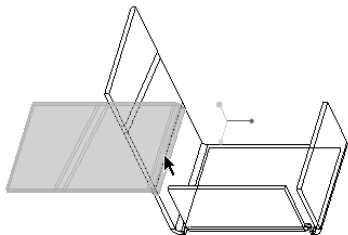
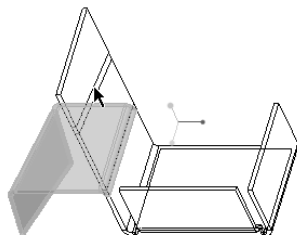

图 4-26 为序列 2 选择一个折弯
图 4-27 为序列 2 选择第 2 个折弯
(8) 单击“添加折弯”，接着在钣金件中选择要添加到序列 2 中的一个折弯，如图 4-26 所示。接着为序列 2 选择第 2 个折弯，如图 4-27 所示。